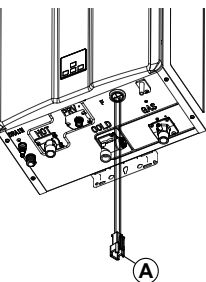
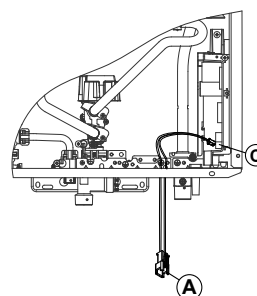

Fig. 1
Fig. 2
3. Passare sufficiente cavo attraverso il foro gommato della mantellatura (Fig. 1) ; collegare il terminale al PCB C (Fig. 2);